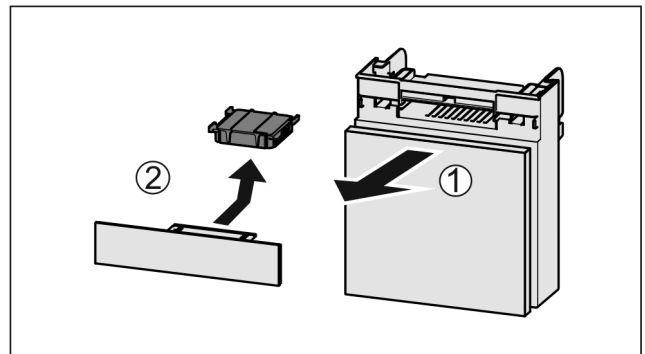

Fig. 120
- ▶ Træk rummet fremad Fig. 120 (1).
- ▶ Tag aktivkulfilteret Fig. 120 (2) ud.